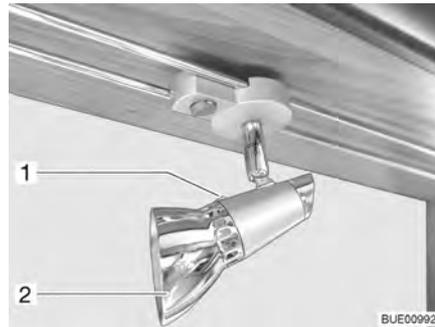

Fig. 206 Faretto alogeno (mobile)
- Svitare la vite di fissaggio (Fig. 206,1).
- Rimuovere il paralume (Fig. 206,2).